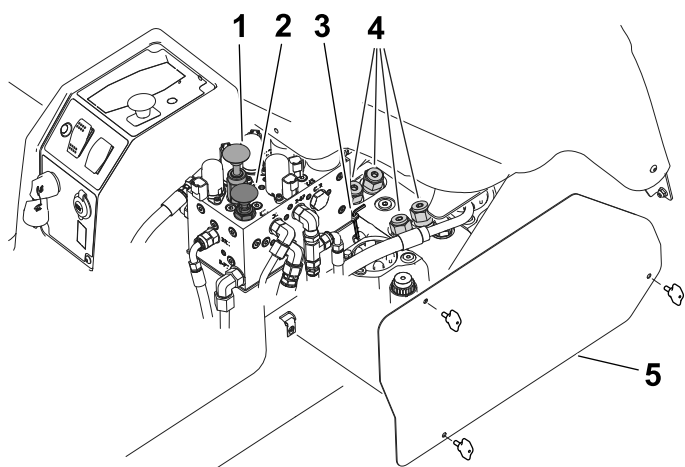

図 65
注 油圧マニホールドの隣に六角レンチ 6 mm が備え付けられています 図 65。このレンチで以下の操作を行ってください。
2. コントロールコンソール右側のアクセスパネルを外す 図 65。